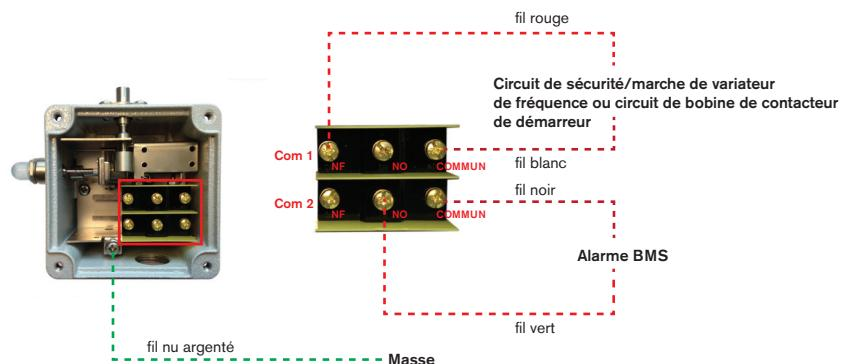

Figure 1
4. Effectuez les branchements électriques nécessaires au commutateur de vibration. Voir la **Figure 1** pour l'emplacement des cosses électriques et le câblage typique. **Ne dépassez pas la tension ou l'intensité nominales des contacts.** Suivez les codes/méthodes électriques appropriés lors des branchements électriques. Veillez à fixer le câble électrique à la machine sur toute sa longueur et à l'isoler correctement contre les courts-circuits électriques. L'utilisation d'un conduit est recommandée.
Avant de tester le commutateur, assurez-vous qu'il a été réarmé. Si le piston rouge ressort vers l'extérieur, enfoncez le bouton de réarmement vers l'intérieur pour réarmer le commutateur, **Figure 1**.
Le commutateur est sensible aux chocs. Frappez le couvercle ou la tige de support du commutateur avec un maillet sans rebond pour déclencher le commutateur. Un déclenchement est indiqué visuellement par un piston rouge qui ressort dans le bouton de réarmement, **Figure 1**. Réarmez le commutateur pour l'utilisation.